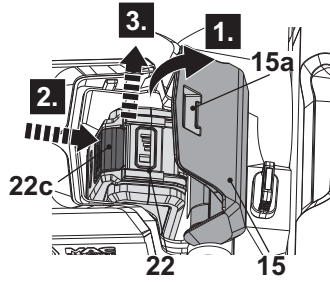

Fig. 10
1. Utilisez la rainure (15a) pour ouvrir le couvercle du compartiment de la batterie (15) (Fig. 10, étape 1).
2. Appuyez sur la touche de déverrouillage (22c) pour libérer le loquet du bloc-batterie (22) (Fig. 10, étape 2).
3. Sortez le bloc-batterie (22) du compartiment de la batterie (Fig. 10, étape 3).
4. Fermez le couvercle du compartiment de la batterie (15).